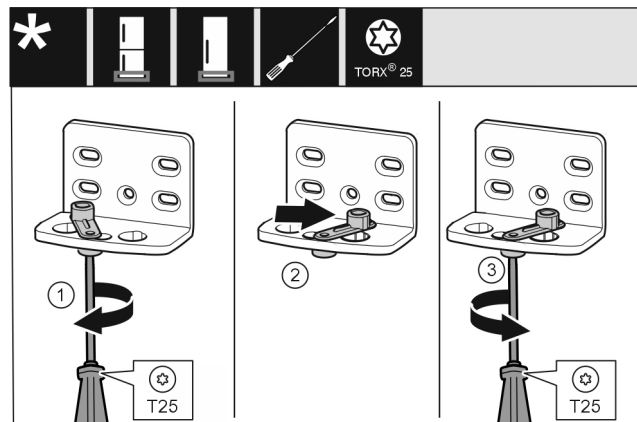

Fig. 16
- Schraube Fig. 16 (1) mit Schraubendreher lose schrauben.
- Türschließhilfe Fig. 16 (2) anheben und um 90° nach rechts in Bohrung drehen.
- Schraube Fig. 16 (3) mit Schraubendreher festschrauben.